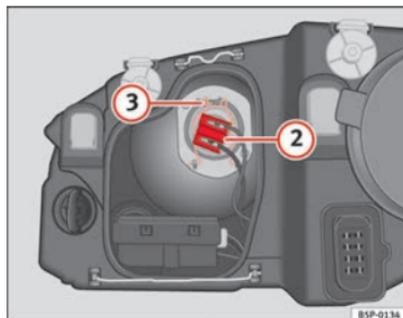

Fig. 191 Luz de cruce
- Extraiga el conector ⇒ fig. 191 ② de la lámpara.
- Desenganche el resorte retentor ⇒ fig. 191 ③ presionándolo hacia dentro y a la derecha.